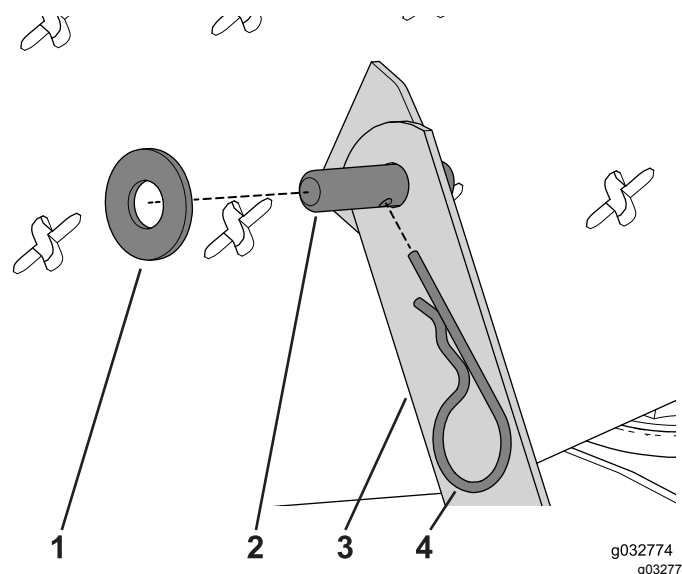

Figura 50
2. Desligue o braço da articulação e o suporte da articulação retirando o perno de gancho que fixa o pino da articulação e a anilha (Figura 50).